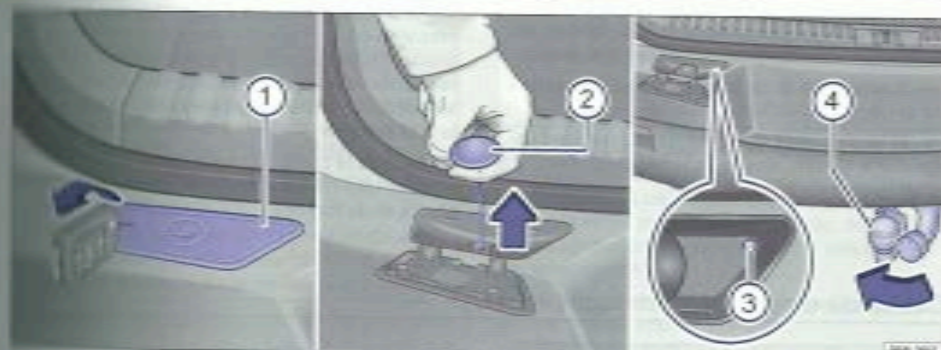

Fig. 104 Dans le pare-chocs arrière : basculement de la boule d'attelage.
2. Introduisez un objet approprié (panneton, tournevis, etc.) dans l'ouverture du cache → fig. 104 ① et tirez le du pare-chocs dans le sens de la flèche.
4. Assurez-vous que personne, ni aucun objet, ne se trouve dans le débattement de la boule ④.
5. À l'aide de la poignée ②, tirez le câble de traction jusqu'en butée et relâchez lentement le câble et la poignée ②.
6. Faites pivoter davantage la boule ④ jusqu'à ce qu'elle s'indiquette de manière audible et perceptible et que le témoin de contrôle ③ situé à côté de la poignée ② s'allume.
7. Fermez le cache ①.
11. Le témoin ③ est allumé uniquement lorsque la boule est ouverte.